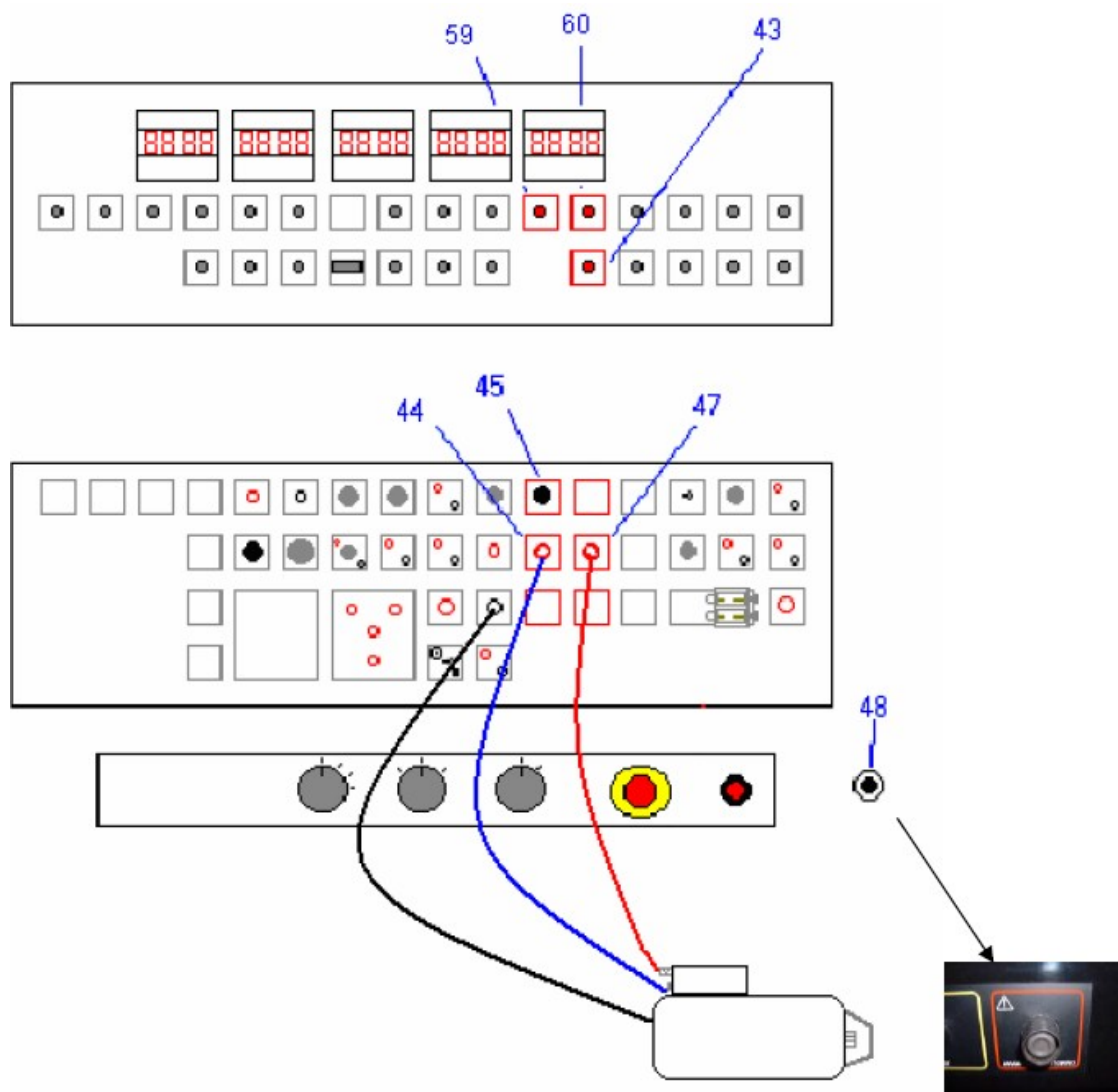

Рис. 14.
- Подсоедините положительный контакт стартера к положительному гнезду тестера («+motorino avviamento» поз. 47, Рис. 14).
Наконец, сделайте следующие подсоединения, которые указаны на схеме Рис. 14.